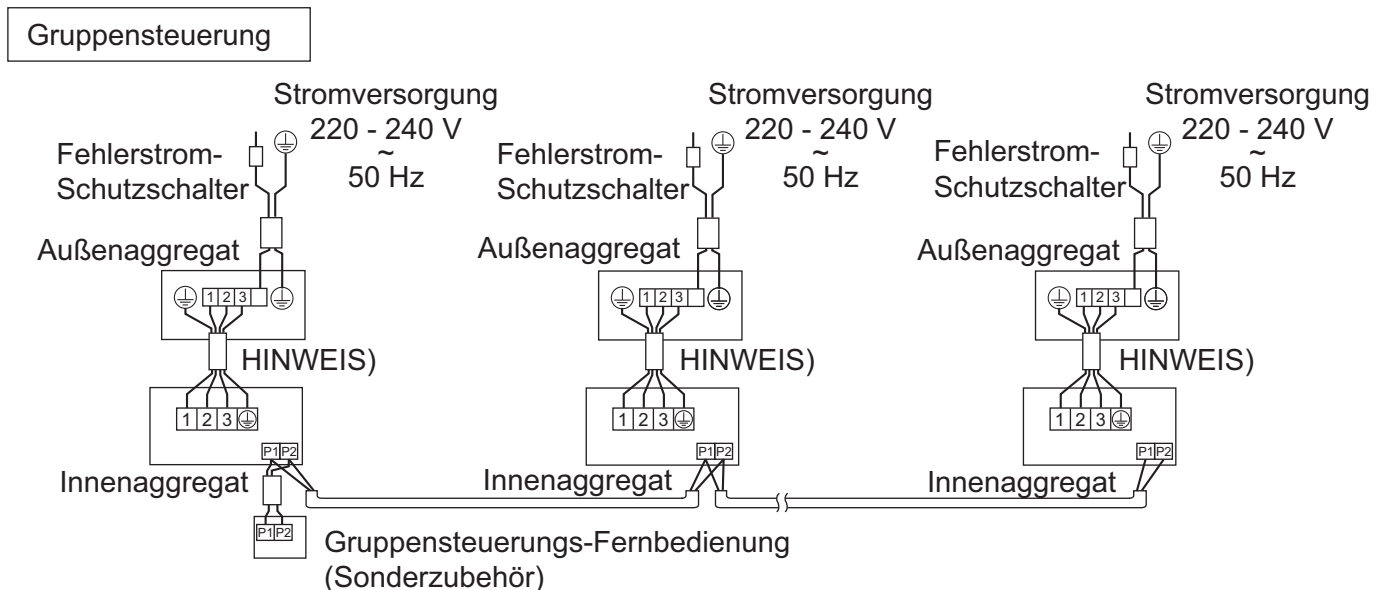

Abb. 42
- **Gruppensteuerung:** 1 Fernbedienung steuert bis zu 16 Innenaggregate (Alle Innenaggregate werden durch die Fernbedienung gesteuert). (**Siehe Abb. 42**)
- (1) Nehmen Sie die Abdeckung vom Steuerungskasten ab.
- (2) Verlegen Sie die Kabel über Kreuz zwischen den Klemmen (P1, P2) im Schaltkasten für die Fernbedienung. (Es gibt keine Polarität.) **(Siehe Abb. 42 und Tabelle 2)**